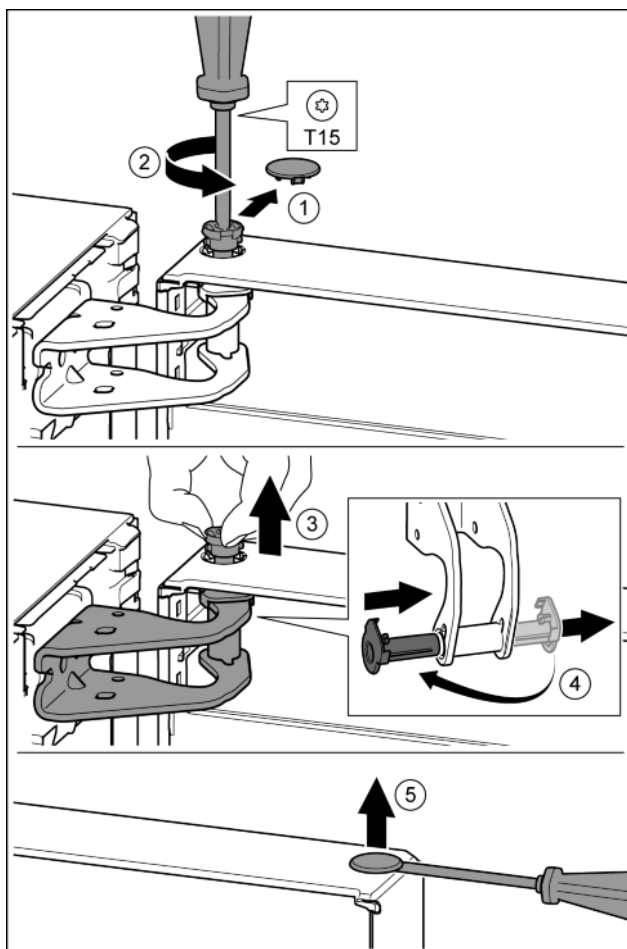

Fig. 12
- Enlever délicatement le cache de sécurité. Fig. 12 (1)
- Dévisser légèrement le boulon avec un tournevis T15. Fig. 12 (2)
- Tenir fermement la porte et sortir le boulon avec les doigts. Fig. 12 (3)
- Tirer la douille de palier en dehors du guide. La mettre de l'autre côté et l'enclencher. Fig. 12 (4)
- Soulever délicatement le bouchon en dehors de la douille de palier de porte avec un tournevis plat et le sortir. Fig. 12 (5)